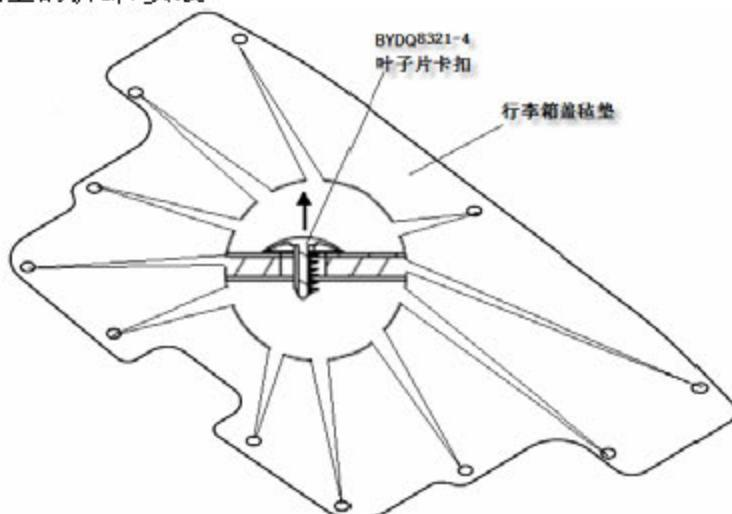

图 7-2-6 行李箱盖毡垫 安装结构图
- 用一字螺丝刀撬开卡扣（沿上图 7-2-6 箭头所指方向），顺次将所有卡扣拆卸完毕，可将行李箱盖毡垫取下。